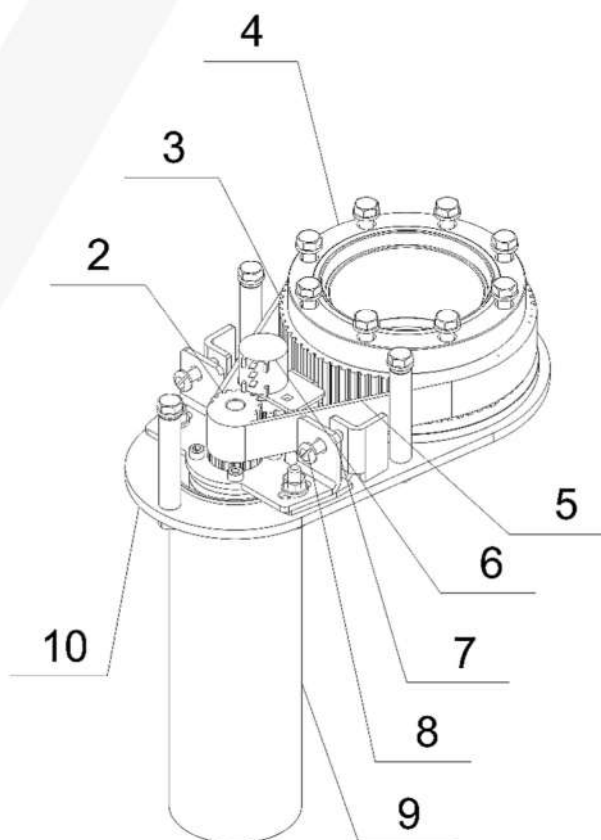
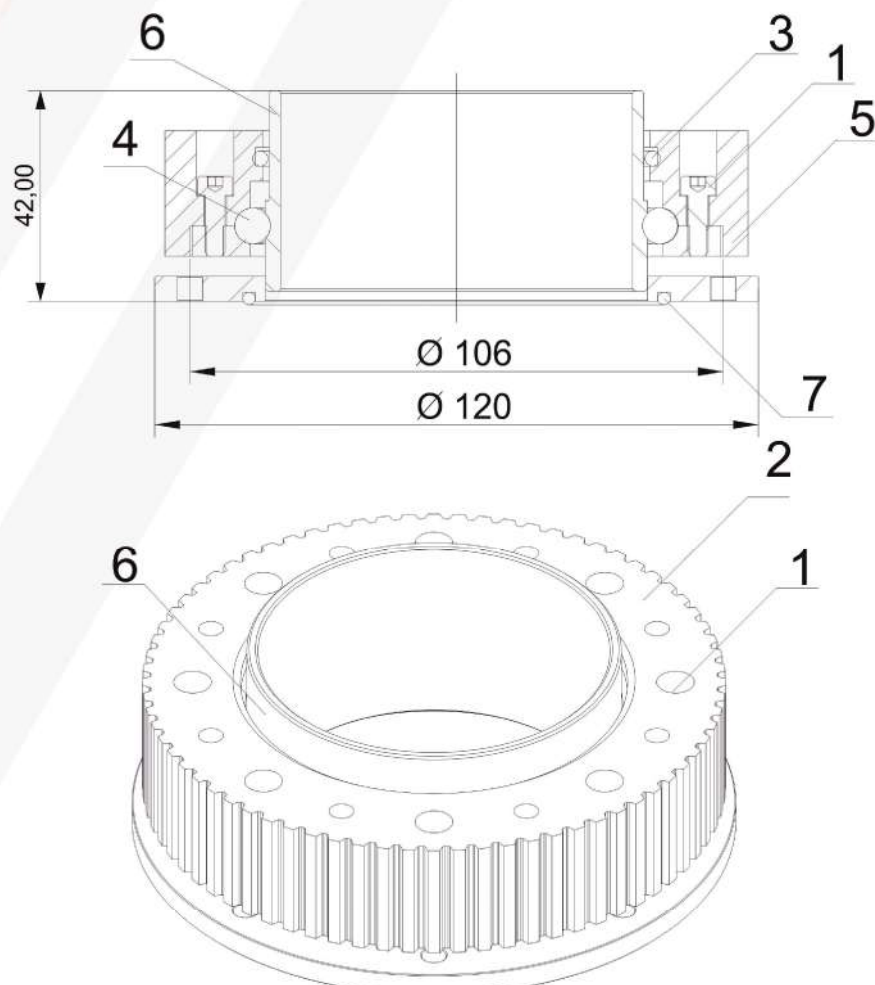

Рисунок 7 - Поворотный механизм в сборе
Рисунок 8 - Поворотная муфта
3. Открутить 8 винтов соединяющих поворотную часть с поворотной муфтой (поз.3 рисунок 7) и дистанционным кольцом (поз. 4 рисунок 7)
4. Ослабить контрагайки и регулировочные винты кронштейна электродвигателя (поз.8 рисунок 7)
5. Снять изношенный/поврежденный ремень (поз.5 рисунок 7)
3. Отсоединить поворотную муфту (поз.3 рисунок 7, рисунок 8)
4. Вывинтить винты (поз.1 рисунок 8) удерживающие ведомый шкив поворотной муфты (поз.2 рисунок 8)
5. Снять ведомый шкив вдоль оси вращения «вверх» аккуратно предотвратив рассыпание шариков подшипника (поз.4 рисунок 8)
6. Извлечь уплотнительное кольцо(поз.3 рисунок 8) из канавки используя пластиковую или деревянную монтажную лопатку для предотвращения царапин на внутренней части ведомого шкива
10. Установить ведомый шкив на внутреннюю обойму подшипника поворотного механизма (поз.6 рисунок 8) «внатяг» не допуская повреждений уплотнительного кольца
2. Извлечь уплотнительное кольцо (поз.7 рисунок 8) из канавки на торце внутренней обоймы подшипника поворотной муфты (поз. 6 рисунок 8)
3. Извлечь уплотнительные кольца из канавок на торцах дистанционного кольца (поз. 4 рисунок 7)